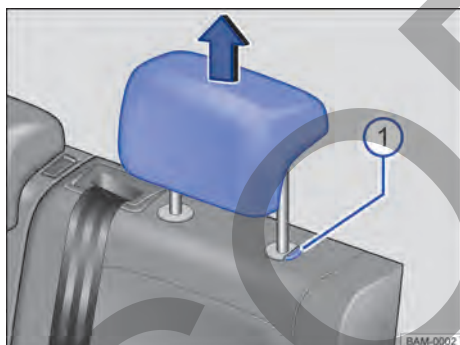

Fig. 67 Apoyacabezas traseros: desmontar.
- Retirar el apoyacabezas con el botón → fig. 67 ⓘ presionado.
- Empujar hacia abajo el apoyacabezas con el botón → fig. 67 ⓘ presionado.